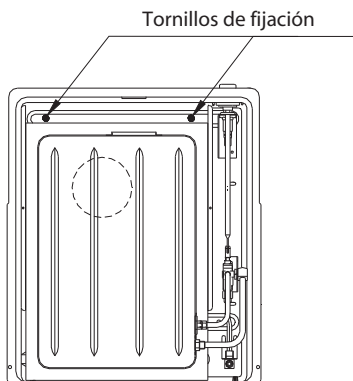

Fig. 11
- En esa posición y controlando que el calefactor quede nivelado, marque en la pared la posición de los 2 orificios de fijación en la Espalda (Fig. 11). Retire el calefactor y haga las perforaciones en la pared para colocar los tarugos correspondientes.
- En esa posición y controlando que el calefactor quede nivelado, marque en la pared la posición de los 2 orificios de fijación en la Espalda (Fig. 11, punto 2.5.b anterior). Retire el calefactor y haga las perforaciones en la pared para colocar los tarugos correspondientes.